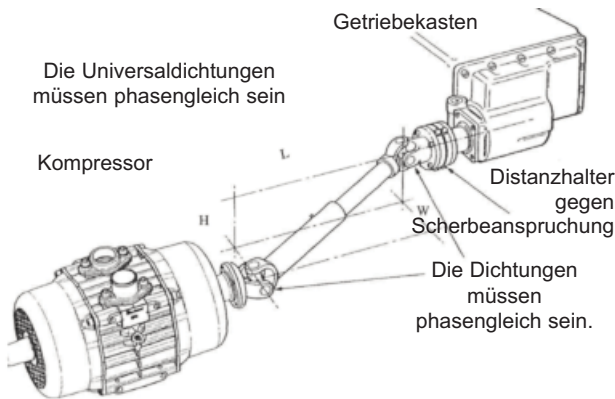

Abb. 5
3.3 Antriebswelle - Siehe Abb. 5